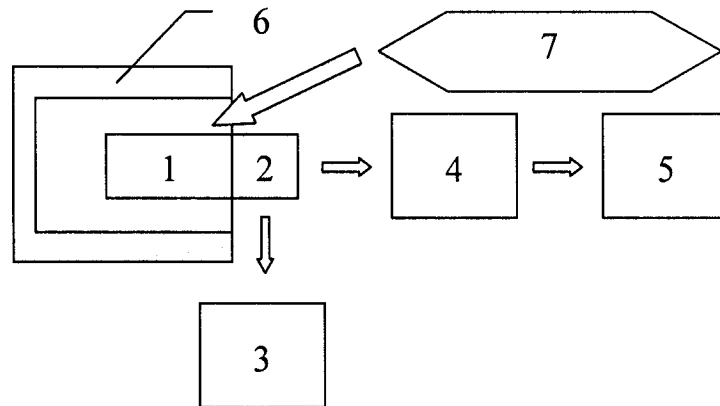

Рис. 1. Функциональная блок-схема комплекса.
1.5.1. Функциональная блок-схема комплекса представлена на Рис. 1.